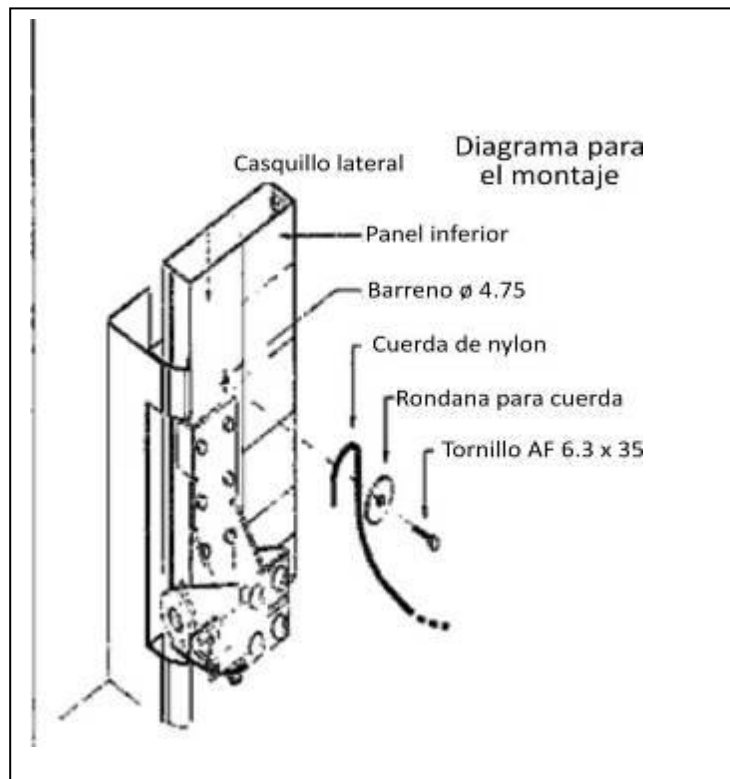

Fig. 8B Montaje cuerda de Nylon
- Levantar completamente el portón y regular los dos PARAGOLPES posteriores sobre las guías horizontales (Fig. 8B de acuerdo con el modelo PARAGOLPES) o verticales (Fig. 8B de acuerdo con el modelo de PARAGOLPES), de tal manera que se encuentren en contacto con el portón.